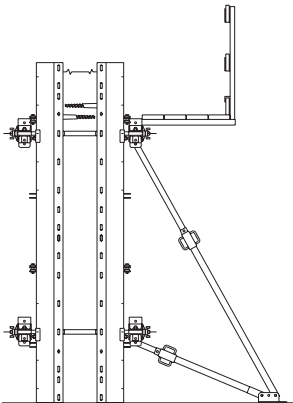

Abb.90
- 1.) Befestigen Sie den Anker an der Schalung (Abb.90).